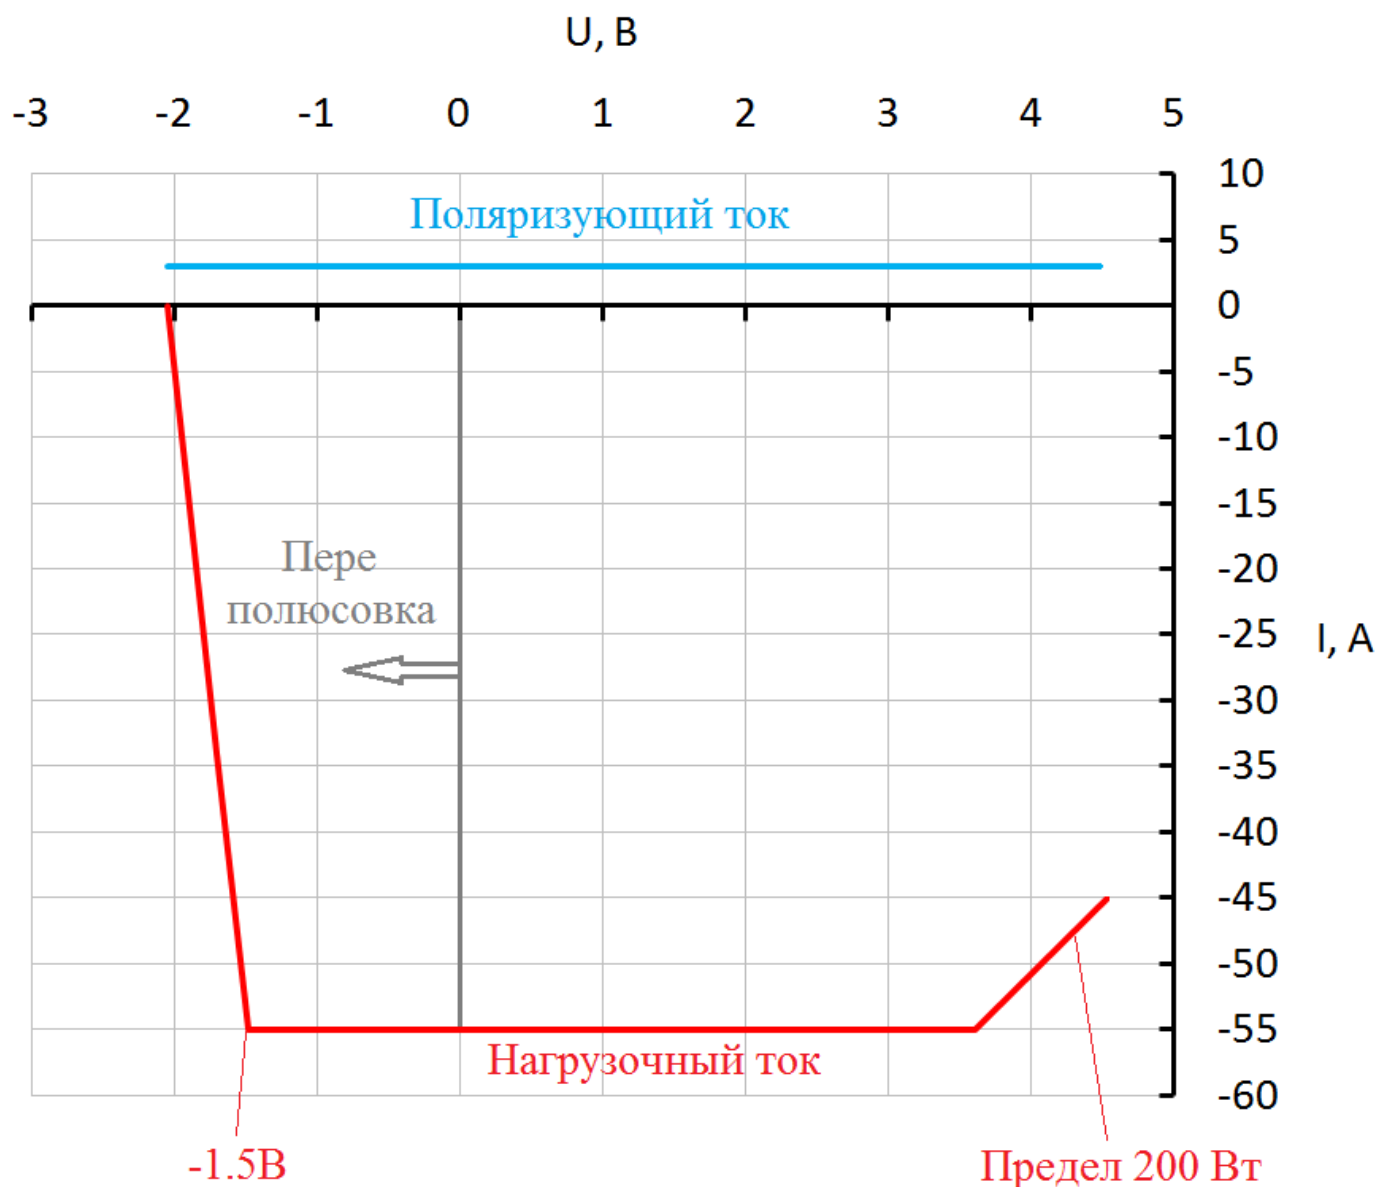

Рис. 1. Зависимость выходного тока от напряжения для прибора CS-250:
- Проверка по току выполняется при помощи шунта, амперметра или другой нагрузки. При этом токи до 3 А можно задавать в положительной полярности напряжений от 0 до +4.5 В. Максимальный же ток -55 А можно проверить в отрицательной полярности при отрицательных напряжениях, руководствуясь ограничениями рис. 1. Например, можно задать ток -55А при условиях, что напряжение при этом будет находиться в интервале от -1.5В до 0В.